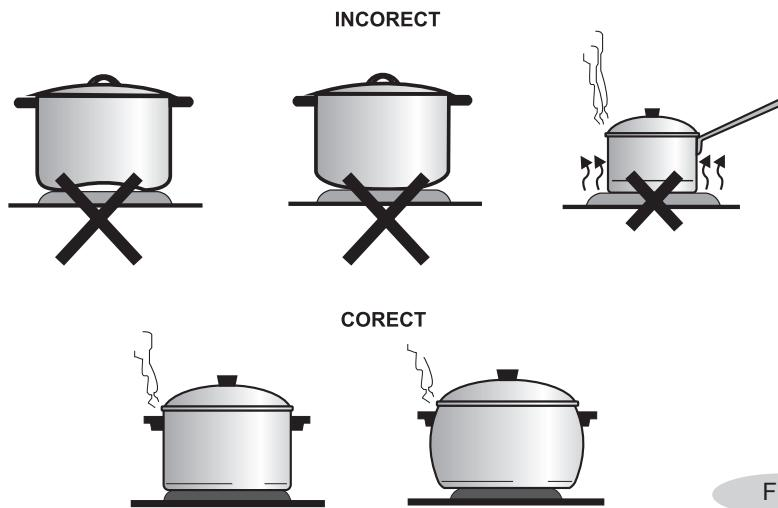

Fig.2
- REȚINEȚI! PENTRU GĂTITUL RAPID AL BUCATELOR, VASELE TREBUIE SĂ AIBĂ FUNDUL PLAT CARE SĂ ADERE BINE LA SUPRAFAȚA OCHIULUI.** Vasele trebuie să aibă un diametru egal sau ceva mai mare decît diametrul ochiului (fig.2).